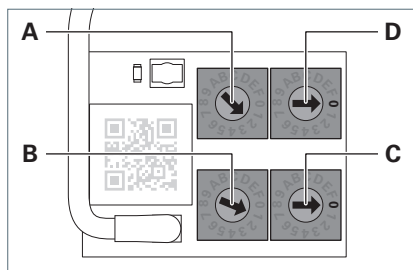

Fig. 8: Désactiver la commande en réseau, sur le module TALK.
- Réglez les deux codeurs rotatifs **A** et **B** sur une adresse de la zone quelconque qui n'est **pas** 00, voir Fig. 8.